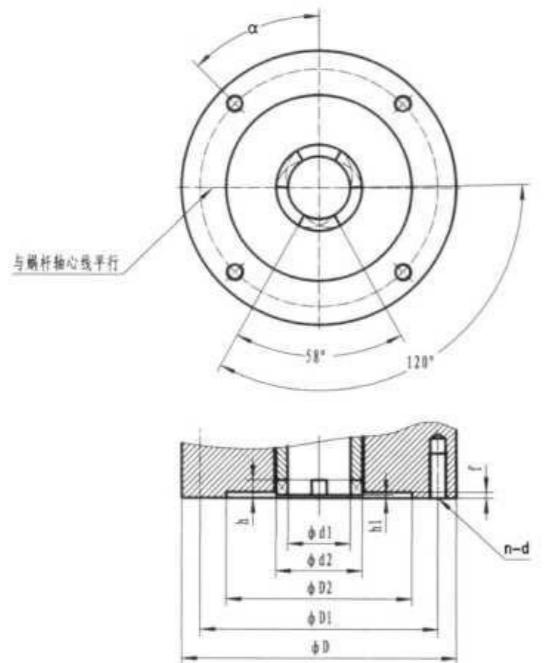

图1 转矩型连接尺寸图
3、功能接线图	1份
- 1、转距型的连接尺寸见图1和表1。